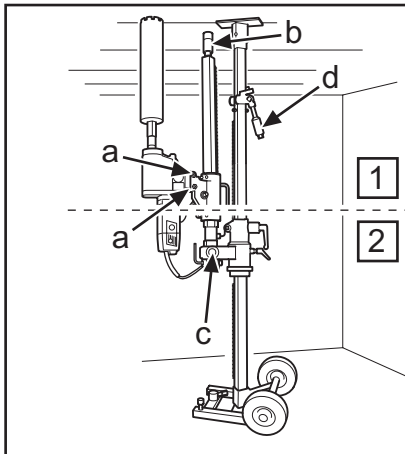

Fig.16
3. Montera bormaskinen i snabbfästet, skruva åt låsskruvarna (a) (Fig.16) med 24 mm nyckel.
4. Kontrollera att stämpskruven (b) i borrarparen är i inskruvat läge. Fäll upp och lås borrarparen med mutter 30 mm (c) (Fig. 16).
3. Monter boremaskinen i lynkoblingen, og spænd låseskruerne (a) (Fig. 16) med en 24-mm-nøgle.
4. Kontrollér, at stempelskruen (b) i boresøjlen er skruet ind. Fæld boresøjlen op, og lås den med 30-mm-møtrikken (c) (Fig. 16).
3. Monter bormaskinen i hurtigfestet, skru til låseskruene (a) (Fig. 16) med 24 mm nøkkel.
4. Kontroller at søyleskruen (b) i borsøylen er skrudd inn. Fe opp og lås borsøylen med mutter 30 mm (c) (Fig. 16).
6. Skruva in stämpskruven mot taket för att fixera borrhjulet, säkra med låsmutter 30 mm (b) (Fig.16). Använd en träregel som mellanlägg.
6. Skru stempelskruen mod taget for at fikse borsøjlen, og sørg for at sikre den med 30-mm-låsemøtrikken (b) (Fig.16). Brug et stykke træ som mellemlæg.
6. Skru inn søyleskruen mot taket for å fikse borsøylen, sikre med låsemutter 30 mm (b) (Fig.16). Bruk en treplanke som mellomlegg.